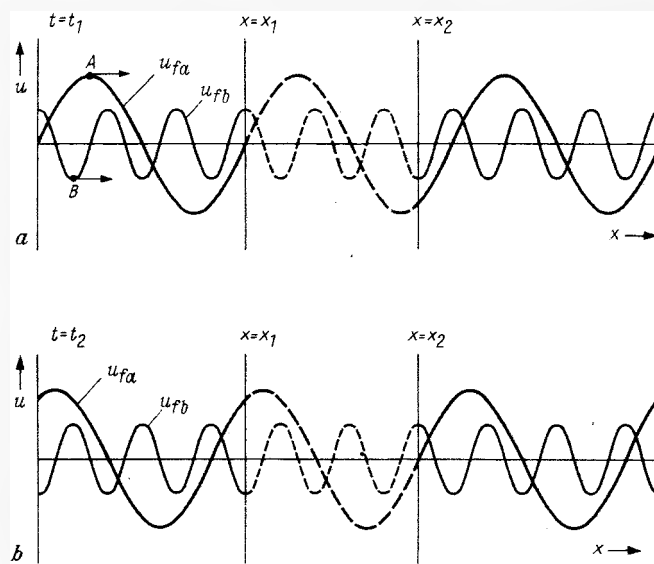
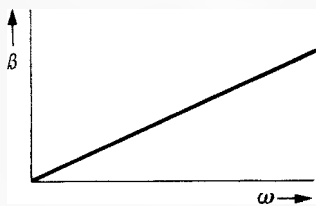

Bild 2. Zwei Wellen unterschiedlicher Wellenlänge. Sie sollen am Anfang eines Leitungsstückes die gleiche Phasenlage zueinander wie am Ende haben
Bild 3. Verlauf von  $\beta$  in Abhängigkeit von  $\omega$  für konstante Phasengeschwindigkeit
2.4.2 Die Phasengeschwindigkeit gibt, wie erwähnt, an, mit welcher Geschwindigkeit sich eine Phasenlage längs einer Leitung fortbewegt (vgl. in Bild 2 die durch die Punkte A und B gekennzeichneten Phasenlagen).
2.4.3 Sollen zwei Wellen ein System mit gleicher Phasengeschwindigkeit durchlaufen, so muß  $\beta$  proportional mit  $\omega$  wachsen (Bild 3). Bild 2 soll diese Tatsache an einem Beispiel demonstrieren. Am Leitungsanfang habe die Welle  $u_{fa}$  zur Zeit  $t_1$  gegen die Welle  $u_{fb}$  eine Phasendifferenz von  $90^\circ$  (Bild 2a). Da bei Wellen unterschiedlicher Wellenlänge im Ablauf einer Periode alle Phasenwinkel als Phasendifferenz zwischen ihnen auftreten, muß man bei solcher Aussage von einer Bezugsphasenlage ausgehen. Dafür ist in Bild 2 der Nulldurchgang von negativen zu positiven Winkeln der Welle  $u_{fa}$  gewählt. Die Wellenlänge  $\lambda_a$  sei zu  $3 \cdot \lambda_b$  angenommen.
Voraussetzungsgemäß sind  $\Delta x$  und  $\Delta t$  für beide Wellen gleich groß (Bild 2). Deshalb gilt: